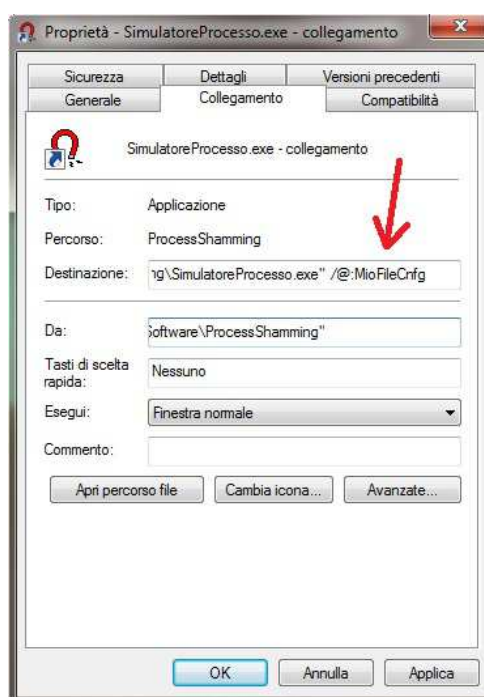

Figura C.1b – Impostazione di un file di configurazione alternativo
- Editare il collegamento (cliccare sull'icona con il tasto destro quindi scegliere "Proprietà") ed aggiungere, nella casella "Destinazione", il nome del file di configurazione, privo dell'estensione e preceduto dalla parola chiave */@:* (cfr. figura C.1b).